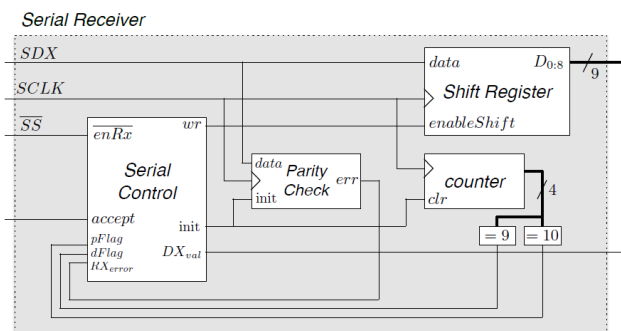

Figure 2
- iv) um contador, designado por *Counter*, de 4 bits recebidos, cujo objetivo é o controlo e estabilidade dos dados no conversor série paralelo, ao receber o nono (9.º) bit, altera o valor da *dFlag* para um (1) e o sinal *Wr* passa a 1, e aguarda pela validação da paridade, para que seja possível passar os dados para o bloco *LCDSR*. Quando este contador recebe o décimo (10.º) bit, activa a *pFlag*, que passa a um (1), e ao ser analisado o sinal de *Rxerr*, caso esteja a um (1) ocorreu erro e é efetuado “reset”, à informação contida neste bloco *LCDD*, que aguarda pela chegada de dados, mas caso seja zero (0), a informação (*D0..8* e *DX_val*) passa para o bloco *LCDSR* e aguarda pela conclusão do processo através da ativação do sinal *accept*. Fica assim disponível para processar mais dados;
- v) um bloco de validação de paridade, designado *Parity Check*, que é um contador de 1 bit, que quando recebe o décimo (10.º) bit, avalia se ocorreu erro de transmissão, com base no bit de paridade, no sinal data. Caso seja um (1) ocorreu um erro na transmissão, por alteração de um valor ímpar de bits, entre a origem e a sua receção e o processo é interrompido. Caso seja zero (0) a transmissão é processada.
- vi) O bloco Serial Control, conforme Figure 2, seguiu-se o sugerido no enunciado do trabalho, por ser uma solução ajustada e exequível, cuja implementação de código VHDL está em anexo A.